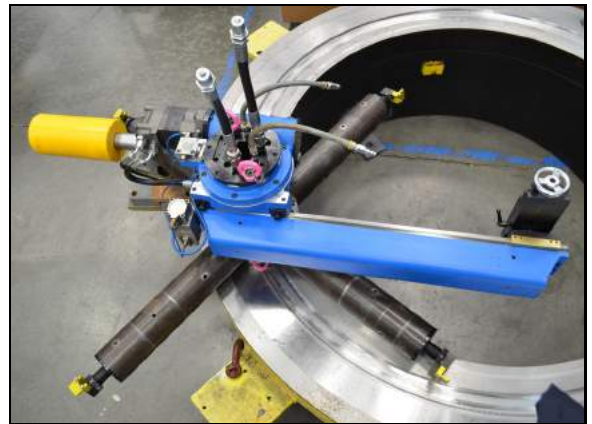

FIGURE 3-4. AJUSTAGE DU BRAS PIVOTANT
4. Ajustez le bras pivotant et le vérin à contrepoids sur le bon diamètre (Figure 3-4). Voir les Section 3.9 et Section 3.10 pour de plus amples informations sur l'ajustage du bras pivotant et du vérin à contrepoids.